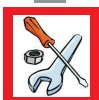

Fig.1
1. Togliere l'alimentazione elettrica, agendo sull'interruttore generale e sfilando la spina dalla presa. 2. Rimuovere la griglia anteriore dopo aver tolto le viti di fissaggio. 3. Con un pennello eliminare lo strato di pulviscolo dalle alette del condensatore. 4. Con l'aspirapolvere togliere la polvere residua. 5. Rimontare la griglia e ripristinare l'alimentazione elettrica (vedi Fig.1)
1. Switch off the appliance by turning off the power switch and pull the plug out of the socket. 2. Remove the screws attaching the front grill and then remove the grill. 3. Using a paintbrush, remove any dust from the condenser's fins. 4. Use a vacuum cleaner to remove the remaining dust. 5. Refit the grill and switch on the appliance (see fig. 1).
1. Schalten Sie den Strom ab, indem Sie den Hauptschalter betätigen und den Stecker aus der Steckdose ziehen. 2. Befestigungsschrauben des vorderen Gitters entfernen und das Gitter abnehmen. 3. Mit einem Pinsel den Staub von den Lamellen des Kondensators entfernen. 4. Mit einem Staubsauger den restlichen Staub beseitigen. 5. Gitter wieder einbauen und die Stromversorgung wieder herstellen. (siehe Abbildung 1)
1. Sluit de elektriciteit af door op de algemene schakelaar te drukken en vervolgens de stekker uit het stopcontact te halen. 2. Neem het rooster aan de voorkant weg, na de schroeven te hebben verwijderd. 3. Verwijder met een kwastje het stoflaagje op de koelribben van de koelinstallatie. 4. Zuig het overige stof met een stofzuiger weg. 5. Plaats het rooster terug en schakel de elektriciteit weer in (zie Fig. 1).
1. Desligue a alimentação eléctrica, actuando no interruptor geral e extraindo a ficha da tomada. 2. Tire a grelha dianteira após ter removido os parafusos de fixação. 3. Com um pincel elimine a camada de poeira das aletas do condensador. 4. Com um aspirador de pó remova os resíduos de pó. 5. Volte a montar a grelha e ligue de novo a alimentação eléctrica (ver a Fig. 1).
1. Koppla ur strömmen genom att trycka på strömbrytaren och ta ur stickkontakten ur nätuttaget. 2. Ta ur fästskruvarna och ta bort det främre gallret. 3. Använd pensel för att borsta bort dammhinnan från kondensorns flänsar. 4. Sug bort kvarblivet damm med dammsugare. 5. Sätt på gallret igen och koppla in strömmen (se fig. 1).
1. Afbryd for strømmen ved at slukke for stikkontakten og træk stikket ud. 2. Afmonter skruerne der holder forribberne fast og fjern ribberne. 3. Fjern støvlaget fra kondensatorens vinger med en pensel. 4. Benyt en støvsuger for at fjerne støvet mellem vingerne. 5. Montér ribberne igen og tænd for strømmen (Jvf. fig.1)
1. Schakel de elektrische voeding uit middels de hoofdschakelaar ter bescherming van het stopcontact en haal de stekker uit het stopcontact. 2. De beschermingsrooster wegnemen, die zich in het voorste gedeelte bevindt, nadat de schroeven zijn weggehaald. 3. Verwijder met een kwastje het stoflaagje op de ribben van de koelinstallatie. 4. Verwijder met een stofzuiger het overige stof tussen de ribben. 5. De rooster weer terug monteren en de stroomtoevoer herstellen. (zie Fig. 1).
1. Itfi l-apparat billi titfi is-swiċċ tat-dawl u neĥhi l-plakka mis-sokitt. 2. Neĥhi l-iskorfini li huma mwaĥĥlin mall-quddiem tal-grada w neĥĥieh. 3. Uza pinzell biex tneĥhi t-trab mill-kondensatur. 4. Uza vacuum cleaner biex tneĥhi t-trab li qghad baqa. 5. Erga poġġi l-grada w ixegġel l-apparat. (ara fig. 1)